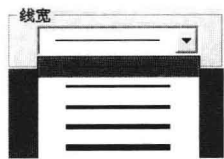

图 1-11 “线宽”列表
(4) “线宽”:设置当前绘制图素所用的线宽,可以直接从下拉列表中选择。系统提供了5种线宽,如图1-11所示。